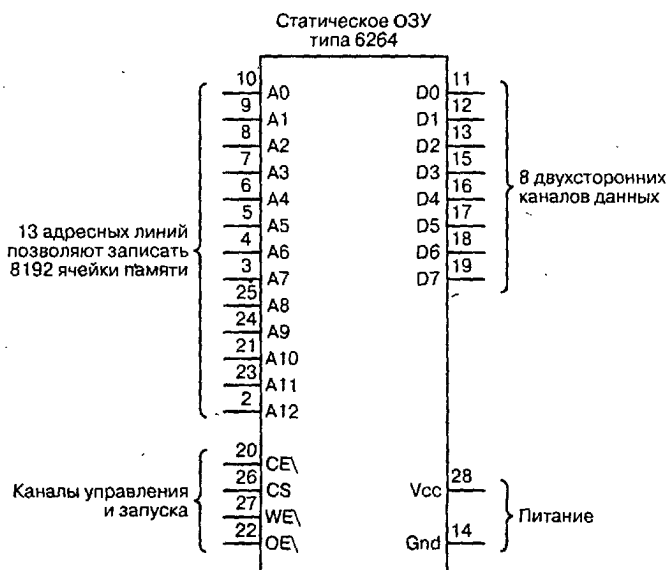

Рис. 6.1. Интегральная микросхема запоминающего устройства в корпусе 6264
На рис. 6.1 показана интегральная микросхема запоминающего устройства типа 6264 емкостью 2^{13} – это 8196 байт или 65 536 бит и организацией памяти 8К × 8. Микросхема имеет двунаправленную 8-разрядную шину данных D0–D7, 13-разрядную шину адресов A0–A12. Кроме выводов данных и адреса, имеются также вывод 26 выбора кристалла (CS) – включения/выключения микросхемы, вывод 20 выбора элемента памяти (CE), вывод 22 разрешения выхода данных (OE).